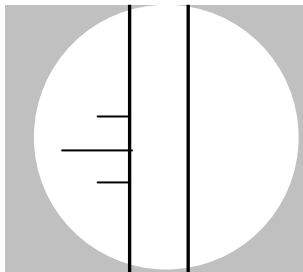

图 5-6 目镜内的两条细线非常清晰
2. 旋转眼罩，直至目镜内的两条细线都非常清晰。见图 5-6。